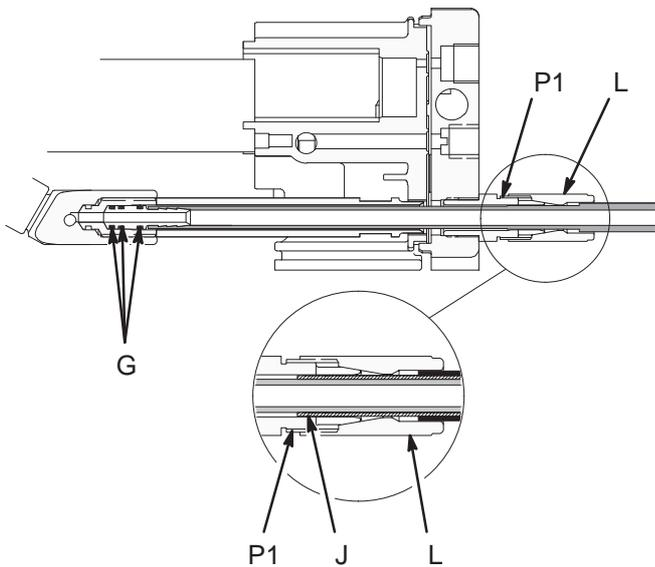

Fig. 12
- Introduzca la manguera en el conector de entrada del producto (P1). Vea la Fig. 12.
- Introduzca la manguera en el conector hasta que las juntas tóricas (G) en el extremo barbado de la manguera estén asentados y la manguera llegue al fondo
- Utilice una llave para apretar firmemente la tuerca (L) a un par aproximado de 6,2 N.m. Tire de la manguera para comprobar que está segura.
Para mantener la continuidad de la toma a tierra, la capa conductora de la manguera (J) debe estar engranada en el conector (P1) cuando se aprieta la tuerca (L). Vea la Fig.12. Si no se instala correctamente la manguera en el conector podría producirse una descarga eléctrica.